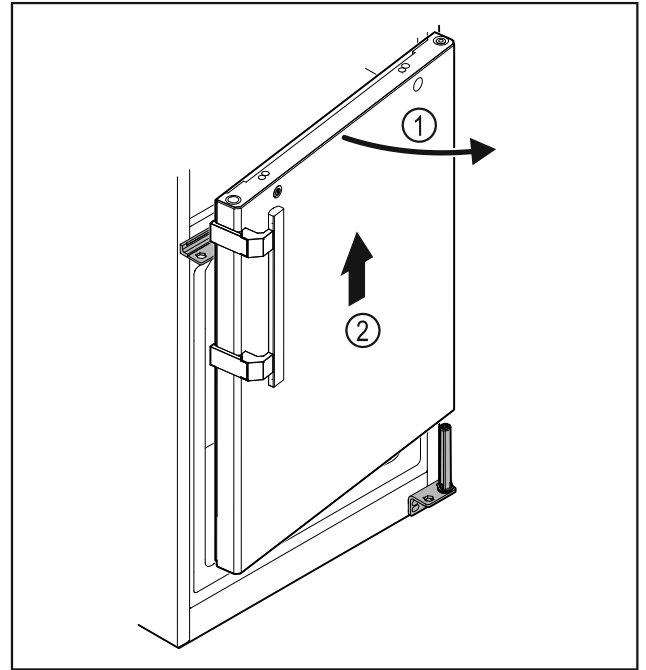

Fig. 27
- ▶ Дверцята Fig. 27 (1) трохи відкрити, приблизно на 200 мм підняти прямо вгору і зняти Fig. 27 (2).